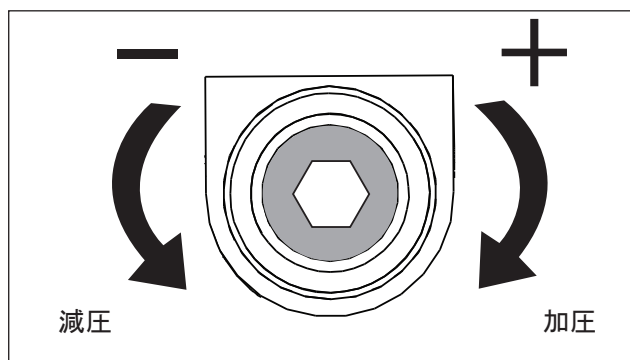

図14: 逃がし弁調整ネジ
4. 7/32" アレンレンチを使用して、リリース弁の調整ネジを2回転ほどさせてゆるめます。図14を参照してください。